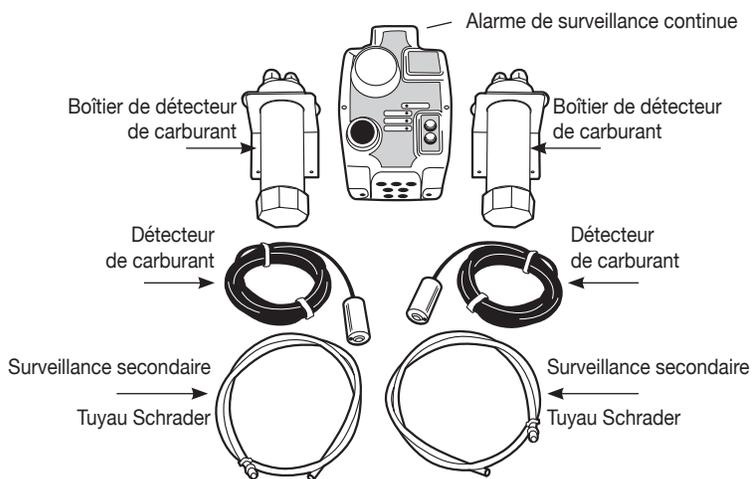

Figure 20-1
- (2) Tuyaux Schrader de surveillance secondaire
- (Figure 20-1)